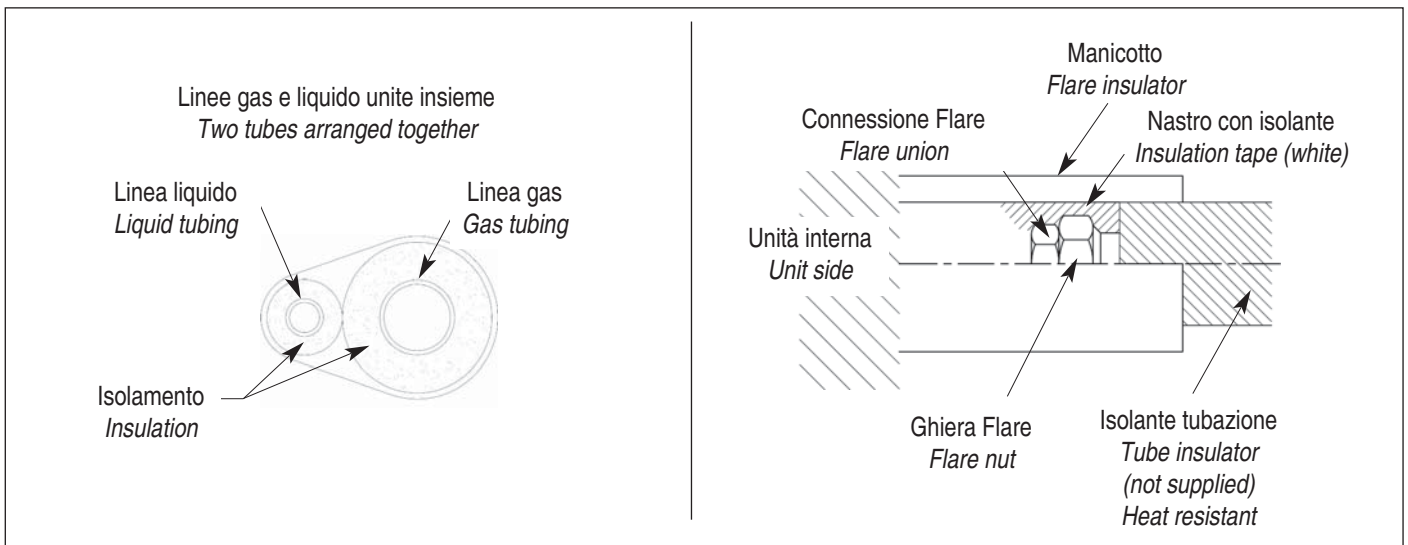

fig. 9
7.8.3 Isolamento delle tubazioni (fig. 9)
7.8.3 Insulating the refrigerant tubing (fig. 9)